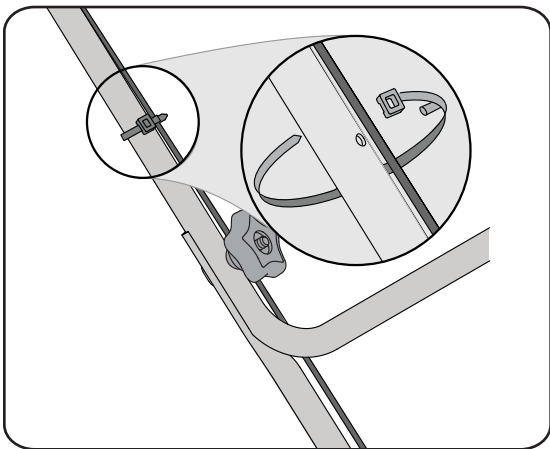

Figure 4-4
4. Enfonchez les taquets des attache-câbles dans les trous aménagés dans le guidon inférieur. Serrez l'attache-câble et coupez le surplus. Voir la Figure 4-4.